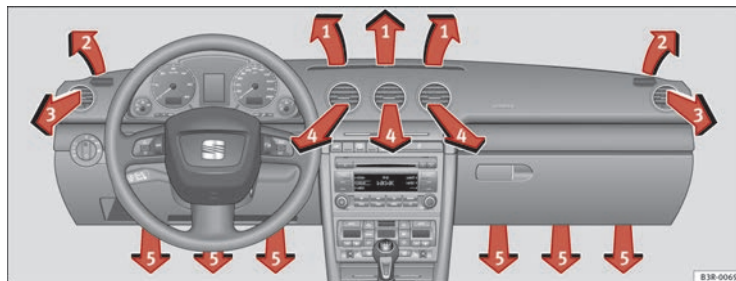

Fig. 143 Tablero de instrumentos: Disposición de los difusores de aire
Los difusores de aire ⇒ fig. 143 ③ y ④ pueden manejarse de la siguiente manera.
Las tres teclas tienen el siguiente significado. Los números hacen referencia a los difusores de aire ⇒ fig. 143.
Tras desconectar el encendido, el motor del ventilador funciona con la energía que le proporciona el techo solar. Para conseguir una ventilación óptima deben estar abiertos los difusores 3 y 4 ⇒ fig. 143.